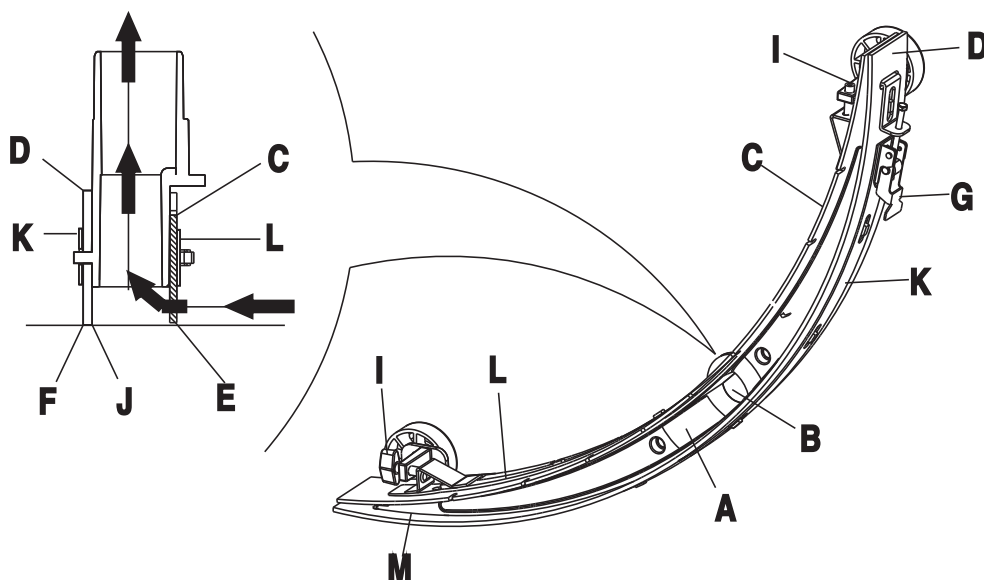

FIGURE 15
2. Appuyez sur l'interrupteur principal (41) pour le mettre sur "O" et éteindre la machine.
3. Dévissez l'écrou de fixation de la raclette (16), retirez le tuyau d'aspiration de la raclette et déposez celle-ci.
4. A l'aide de la poignée de réglage de la raclette (14), relevez le support de fixation de la raclette.
5. A l'aide d'un chiffon humide, nettoyez la raclette (Figure 15). Nettoyez en particulier la rainure (A, Figure 15) et enlevez les saletés et les fragments accumulés sur le tuyau d'aspiration. Vérifiez que la lame avant (C) et la lame arrière (D) sont en bon état et si les bords sont fendus ou abîmés. Remplacez-les si nécessaire (voir la procédure à suivre, au chapitre suivant).
1. Suite à la procédure décrite au chapitre précédent pour nettoyer la raclette (Figure 15)
2. Vérifiez le bord (E, Figure 15) de la lame avant de la raclette et le bord (F) de la lame arrière (D). Celles-ci doivent être régulières sur toute leur longueur. Si ce n'est pas le cas, réglez la hauteur de celles-ci en suivant la procédure ci-après.
- Desserrez l'attache (G) de façon à dissocier la lame arrière (D) du support (M) pour pouvoir régler la position de la raclette. Une fois ce réglage effectué, remettez l'attache en place.
- Desserrez la vis située sur la poignée (I) de façon à régler la lame avant de la raclette (C) ; une fois le réglage effectué, resserrez la vis de la poignée.
3. Vérifiez que la lame avant (C) et la lame arrière (D) sont en bon état et que les bords ne sont pas fendus ou abimés. Si ceux-ci sont abimés, remplacez-les en procédant comme indiqué ci-après. Si le bord avant de la lame arrière (J) est usé, il est possible de retourner la lame et de la remettre en place (pour cela, le bord supérieur doit être en bon état). Si le bord supérieur est lui aussi usé, remplacez la lame en procédant comme indiqué ci-après.
- Desserrez l'attache (G) pour dissocier la lame du support (M) ; retirez la barre d'attache (K) puis remplacez ou retournez la lame arrière (D). Remettez la lame arrière en place en procédant dans l'ordre inverse du démontage.
- Desserrez la vis de la poignée (I) et enlevez la barre d'attache avant (L), puis remplacez la raclette avant (C). Remettez la lame avant en place en procédant dans l'ordre inverse du démontage. Après avoir remplacé la lame de la raclette, réglez le niveau des lames avant et arrière en vous référant aux procédures décrites précédemment.
4. Raccordez le tuyau d'aspiration (11) à la raclette.
6. Si nécessaire, réglez la raclette à l'aide du bouton de réglage (20) (voir les procédures d'équilibrage de la raclette).